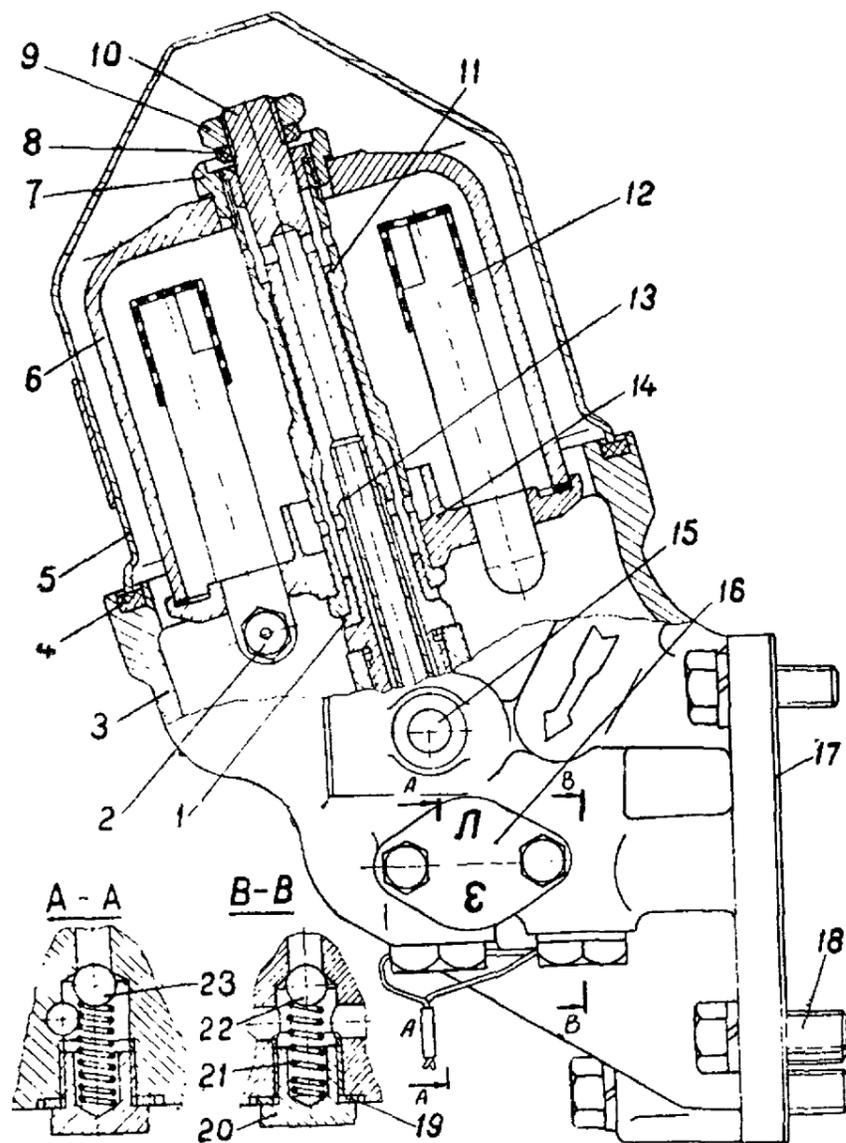

Рис. 17. Масляный фильтр (центрифуга):
Для очистки масла на двигателе установлена полнопоточная реактивная центрифуга (рис. 17).
2. Отверните гайку 9 (рис. 17) и снимите ее вместе с упорным кольцом.